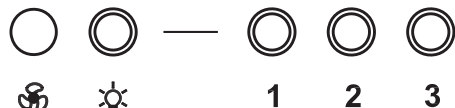

РИС. 12
7.2.1 Кнопочный переключатель (рис. 12) с лампой индикации имеет четыре кнопки с фиксацией.